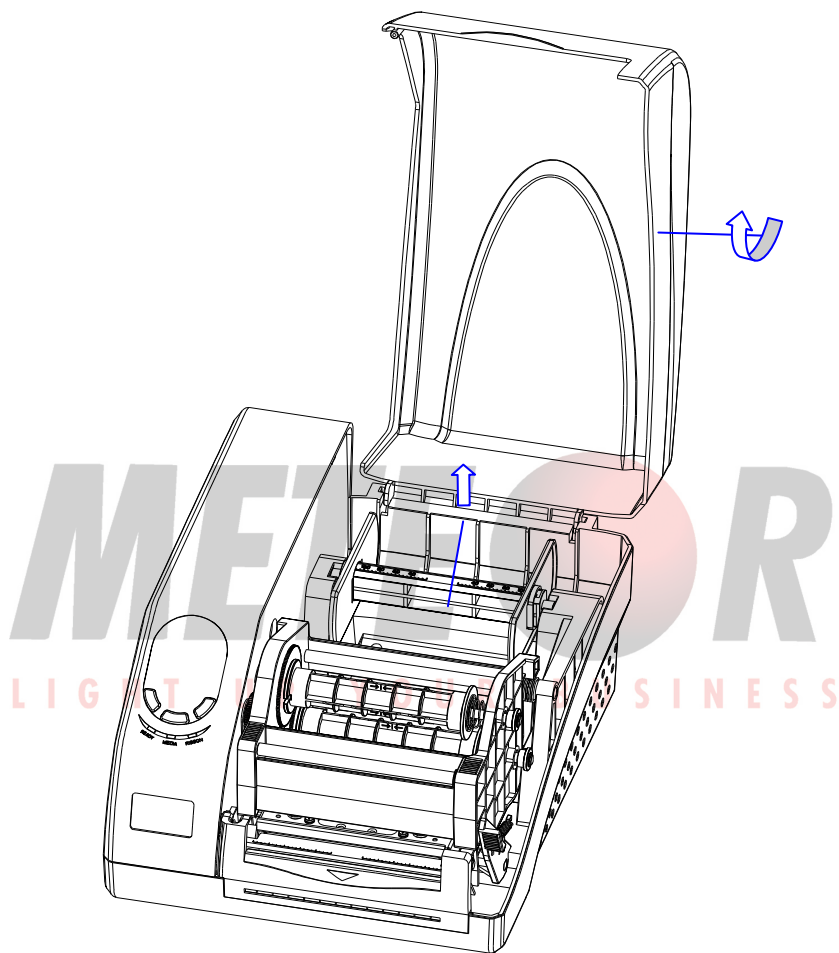

Figura 6-1
1. alzare il coperchio dello scomparto dei materiali stampabili (Figura 6-1).